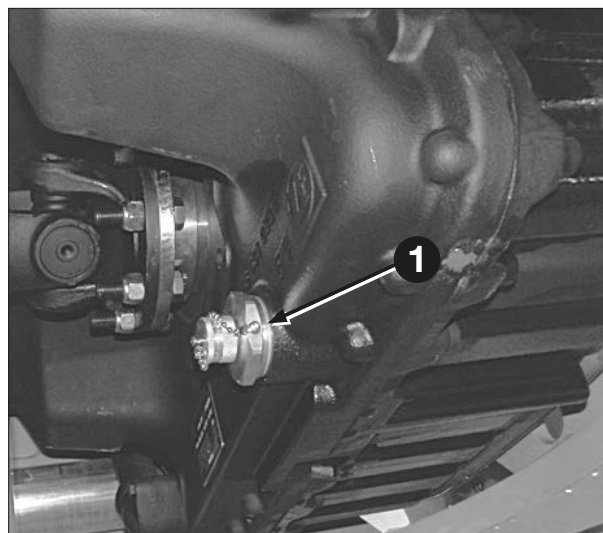

Fig. 140
1. Skruva av proppen på avtappningsventilen, 1 fig. 140, och montera avtappningsslangen från maskinens verktygsåla för att tappa av oljan.